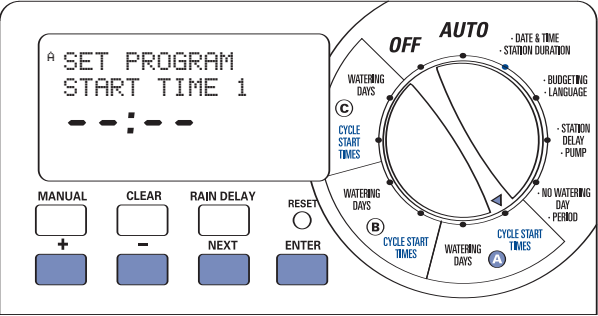

Figura 5: Impostazione dell'ora di inizio
- Portare il selettore in posizione CYCLE START TIMES (Ora inizio ciclo) per il programma che si desidera impostare. Il display visualizza A o B o C, a seconda del programma selezionato. [Vedere la Figura 5]